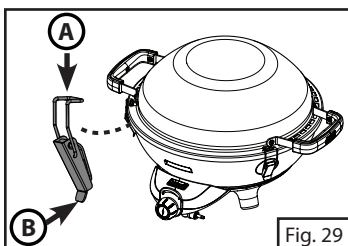

Fig. 29
- Attachez le wok en verrouillant les attaches autour du rebord extérieur de la bassine (Fig. 29).